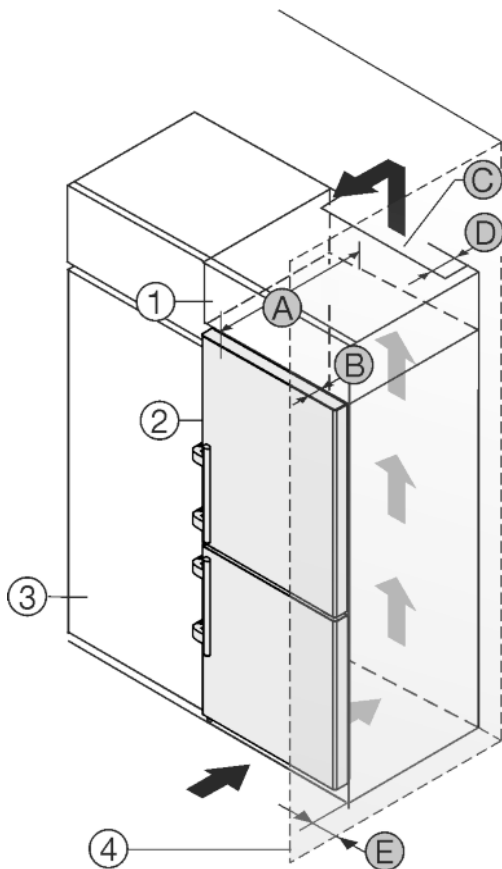

Fig. 42
Пристрій можна комбінувати з кухонними шафами. Для того, щоб пристрій Fig. 42 (2) вирівняти по висоті кухонної секції, на пристрій можна встановити антресольну секцію Fig. 42 (1).
Пристрій можна встановлювати безпосередньо поряд з кухонною шафою Fig. 42 (3). Для повного відкриття дверей пристрій повинен виступати на глибину Fig. 42 (B) відносно передньої панелі кухонної шафи. Залежно від глибини кухонних шаф та використання пристінних розпірок пристрій можна встановити так, щоб він виступав вперед.
- Задня сторона антресольної шафи повинна мати вентиляційний канал глибиною Fig. 42 (D) вздовж всієї ширини шафи.
- Під стелею приміщення слід дотримуватися поперечного перерізу вентиляційного відведення повітря Fig. 42 (C).
Якщо пристрій з шарнірами встановлюється поряд зі стінкою Fig. 42 (4), то між пристроєм та стінкою слід дотримуватися відстані Fig. 42 (E). Це відповідає виступу ручки при відкритих дверцятах.